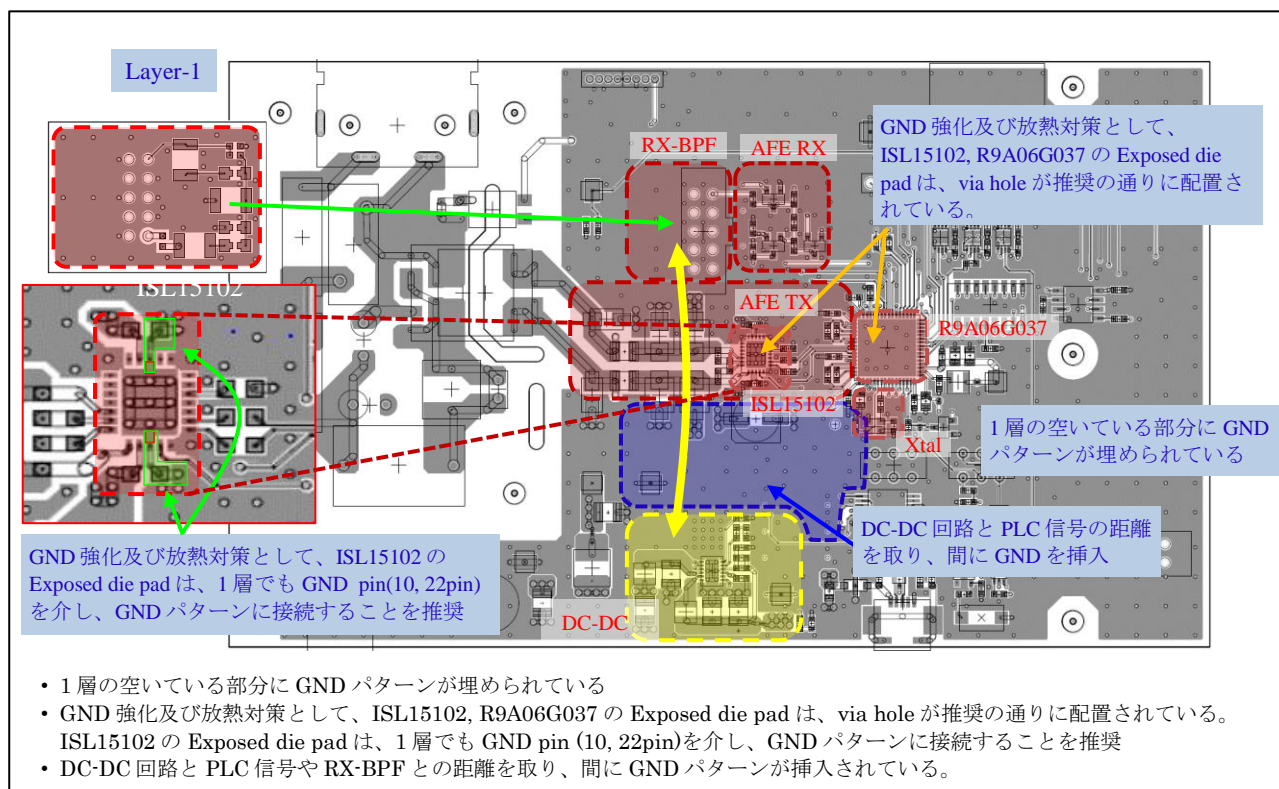

Figure 2-12 R9A06G037 と ISL15102 の Exposed die pad と GND パターンの接続例 (1層)
- 1 層では、放熱性を高めるため、ISL15102 の Exposed die pad は極力 1 層の GND プレーンと接続してください。(1 層の接続例を Figure 2-12 に示します)